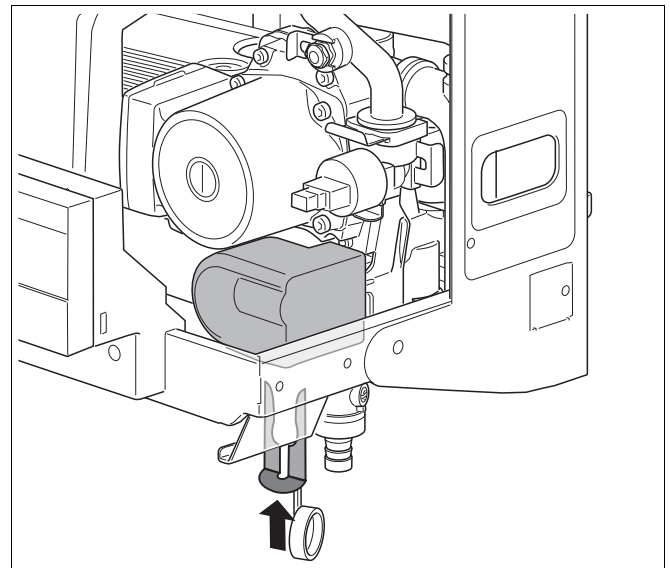

Abb. 19 Sicherungssplint Dreiwegeventil einstecken
- Sicherungssplint vom internen Dreiwegeventil einstecken (Abb. 19).